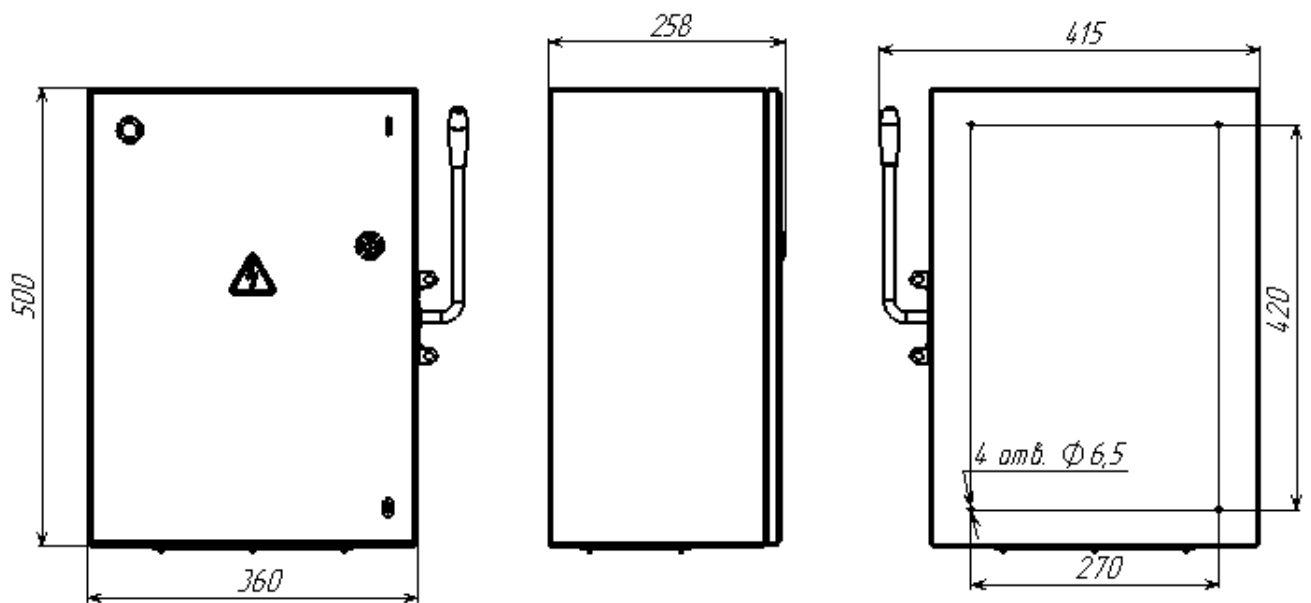

Рис.1. Внешний вид, габаритные и установочные размеры корпуса ящика силового ЯБПВУ-250-31-У3-001-Узола.
2.13. Габаритные и установочные размеры	- см. рис.1;